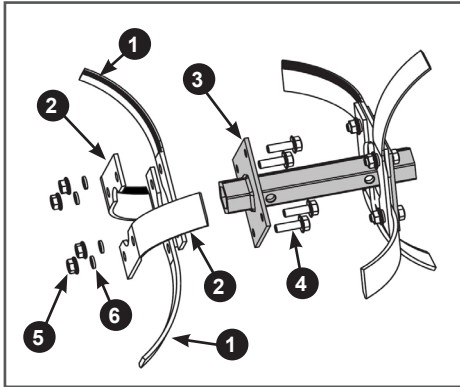

Рис. 16 Установка ножей на внутренний фланец основной секции оси фрезы
4. Установите ножи на внешний (со стороны редуктора) фланец 3 основной секции оси (Рис. 16). Со стороны уже собранной на внутреннем фланце группы ножей вставьте в отверстия во внешнем фланце 3 оси болты 4, далее в соответствии с рисунком 16 на внешний фланец 3 оси с внешней его стороны установите правые ножи 1 (имеющие изгиб в сторону от редуктора), после этого установите левые ножи 2 (имеющие изгиб к редуктору) как показано на Рис. 16, затем установите пружинные шайбы 6 и закрутите гайки 5 (Рис. 16). Затяните все резьбовые соединения